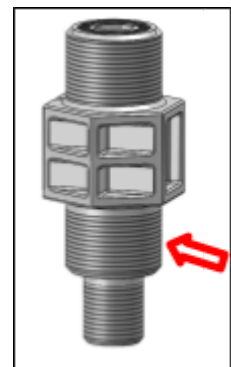

Abbildung 36.
12. Teflonband am Injektor anbringen: Wickeln Sie einige Lagen Teflonband um das Gewinde des Injektors. Dies sorgt für eine wasserdichte Verbindung. Siehe Abbildung 36.